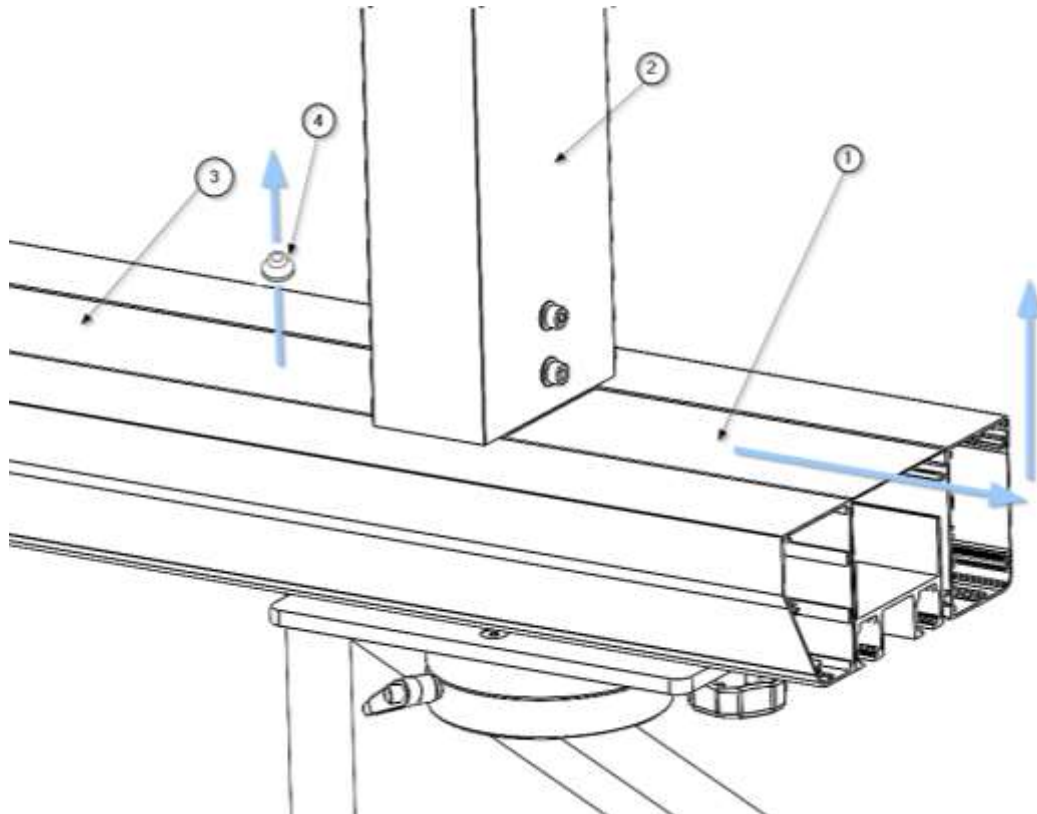

Abb. 10 Entfernen der Abdeckungen vom Hauptkörper
- Bewegen Sie nun mit den Händen die oberen Abdeckungen des Hauptkörpers ①, die sich näher an den seitlichen Druckstellen befinden, zunächst in Richtung des Hauptkörpers und, sobald Sie die Falleitung ② überwunden haben, nach oben. Siehe Abbildung 10.